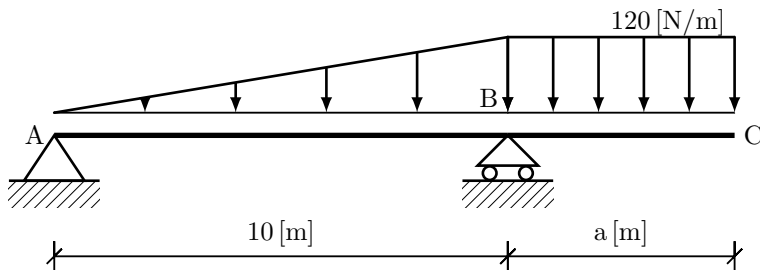

Figura 2:
**Problema 2.-(3.0 Pts)** Una viga simple con un voladizo está cargada como se muestra en la Figura 2.